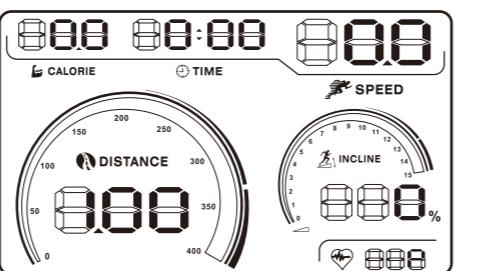

图29
1. 在跑步机处于待机状态下，按2次面板上的 Training Prog键，此时屏幕上的距离窗口闪烁，默认的距离为1.00公里，请按SPEED（速度）的+（增加）/-（减少）键调整您的理想训练距离。（图29所示）。